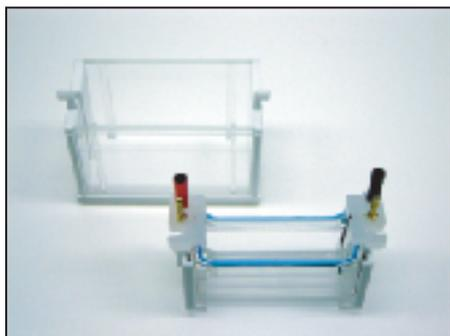

図 1
1. アッパーバッファーチャンバーの可動式カセットホルダー（リムーブガイドR側）を拡げ水平な所に置きます。また、セルベース内部側面に切り込み溝がある側を左側になるように置きます。（図1）セルベースのストッパーは外側に向けておきます。